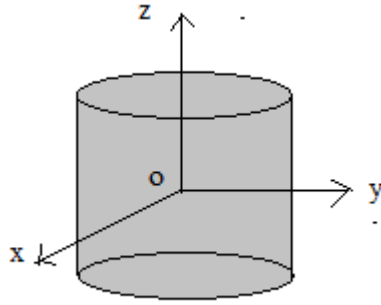

Figure III.22
**Exercice 05.** Soit un cylindre plein homogène, de rayon (R), de hauteur (h) et de masse (m). (Figure III.22).